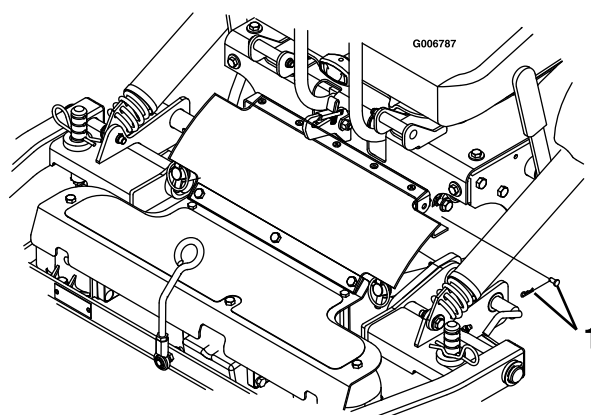

Figura 68
7. Retire el pasador de horquilla y la chaveta de ambos lados del protector de la TDF (Figura 68).
6. Alinee la parte superior del protector de goma de la TDF con las pestañas de la parte delantera de la consola, y sujete el conjunto con un pasador de horquilla y una chaveta en cada lado (Figura 68).